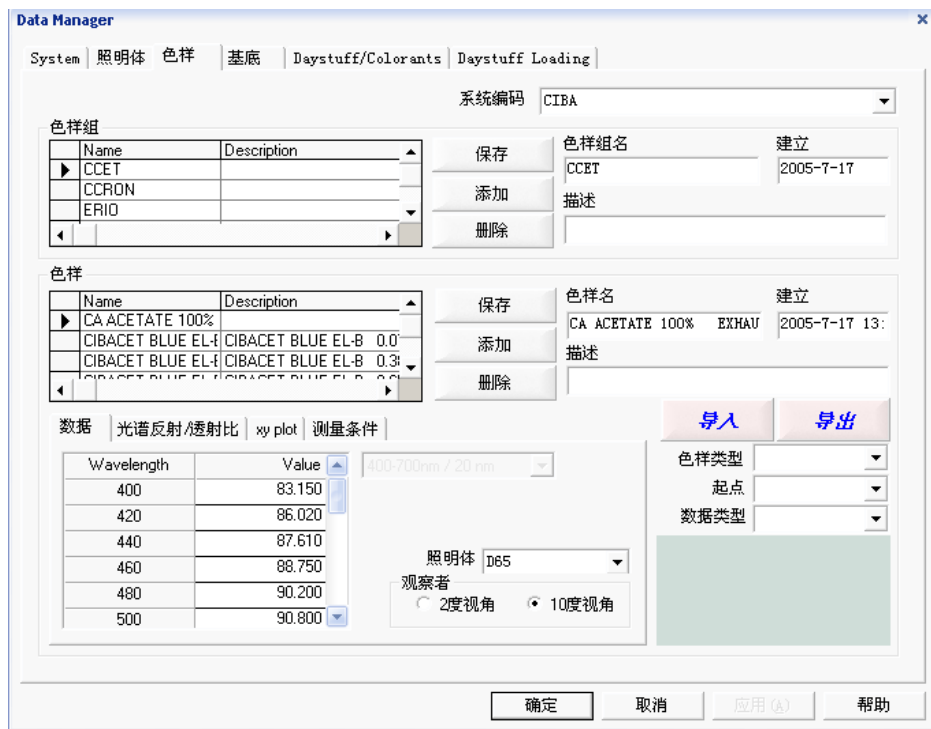

图 14
10. 颜色- 数据管理：导入 QTX 文件中的颜色，在相应选项中输入颜色载体信息，为颜色数据建立完整的资料系统。也可以从数据管理中导出已经存在的颜色（图 14）。